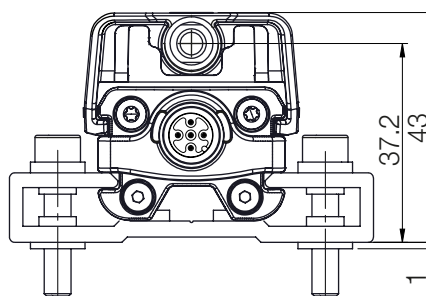
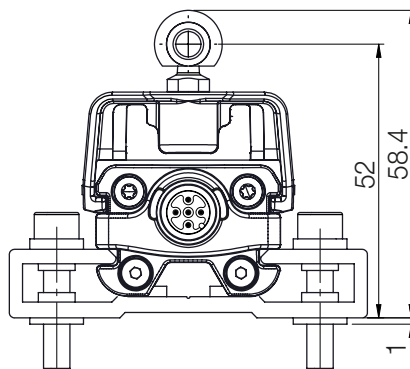
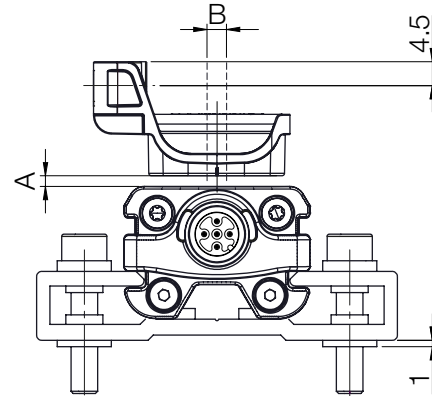
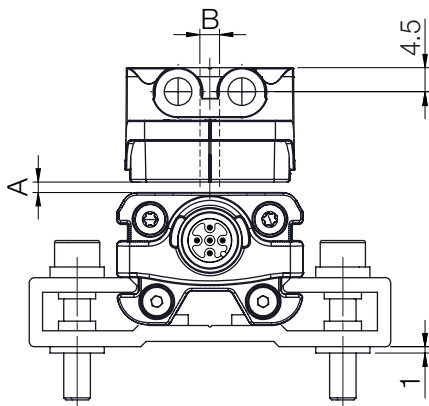

Fig. 5-1: Dimensioni e distanze con BAM TG-IR-037-A
Fig. 5-2: Dimensioni e distanze con BAM TG-IR-037-B
Fig. 5-4: Dimensioni e distanze con BAM TG-IR-036-B
Fig. 5-3: Dimensioni e distanze con BAM TG-IR-036-A
Il sistema di posizionamento induttivo BIR è indicato sia per trasduttori di posizione liberi, ossia operanti senza contatto (vedere Fig. 5-3 e Fig. 5-4) sia per trasduttori di posizione guidati (vedere Fig. 5-1 e Fig. 5-2).
- Per la distanza A tra il trasduttore di posizione e il BIR e per lo sfalsamento centrale B (vedere Fig. 5-3 e Fig. 5-4) occorre rispettare i seguenti valori: